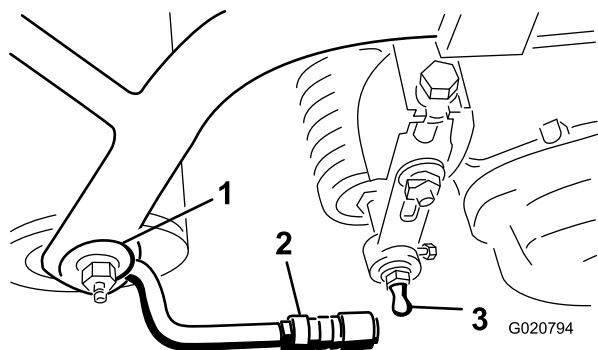

**Figure 6**
3. Repoussez le manchon sur chaque douille de rotule et accrochez la douille à la tige rotule de l'unité de coupe. Relâchez le manchon pour qu'il vienne recouvrir la tige et solidarise les ensembles (Figure 6).